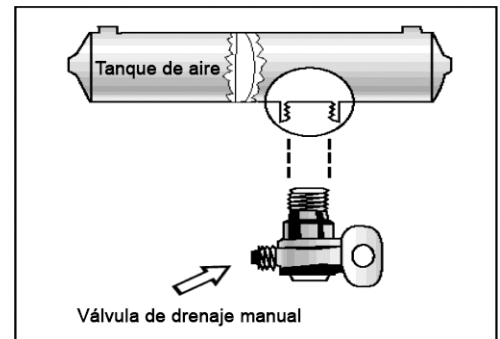

Figura 5.1
1. **De operación manual.** Girando un cuarto de vuelta o tirando de un cable. Debe vaciar los tanques usted mismo al final de cada día de conducción. (Vea la Figura 5.1.)